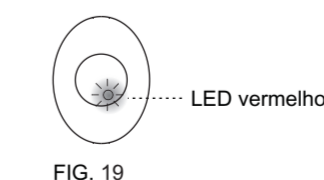

FIG. 19
- 4.2.1.1 Os modelos KDP-9 2C e KDP9 360 MINI trazem um LED vermelho. Quando o sensor é accionado, o LED acende-se durante cerca de 2 segundos para funcionamento evidente (Ver FIG. 19).